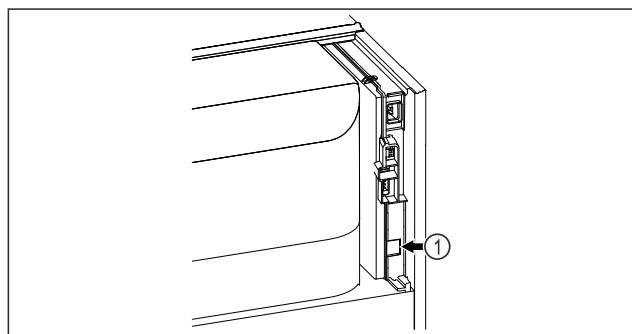

Fig. 167
- SmartModule Fig. 167 (1) je nasadený.